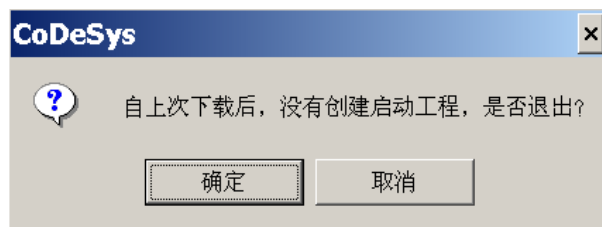

图 9-2-3 “退出时提醒启动工程”对话框
- 选中“退出时提醒启动工程”，如果工程已经改变和下载，但是自从上次下载启动工程之后没有创建新的启动工程，那么在用户退出前将会弹出如图 9-2-3 所示的对话框：“自上次下载后，没有创建启动工程，是否退出？”。这里对启动工程加以定义。所谓“启动工程”，即保存在 PLC 的 flash 中，上电后运行的用户程序。